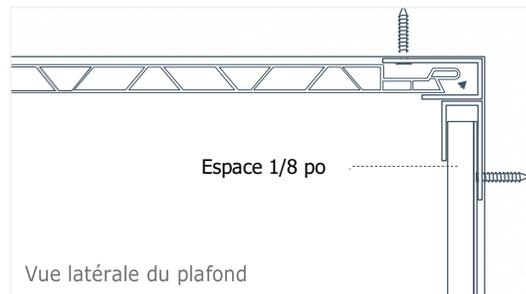

Fig. 8
3. Laissez un espace de 1/8 po entre le côté languette du panneau et la moulure adjacente. Fixez le panneau au moins une fois tous les 24 po à l'aide des attaches recommandées. N'oubliez pas de laisser un espace de 1/4 po aux deux extrémités des panneaux pour la dilatation et la contraction (Fig. 8). Évitez de trop serrer les attaches.
5. N'oubliez pas de laisser un espace de 1/4 po aux deux extrémités des panneaux pour la dilatation et la contraction (Fig. 8). Évitez de trop serrer les attaches.